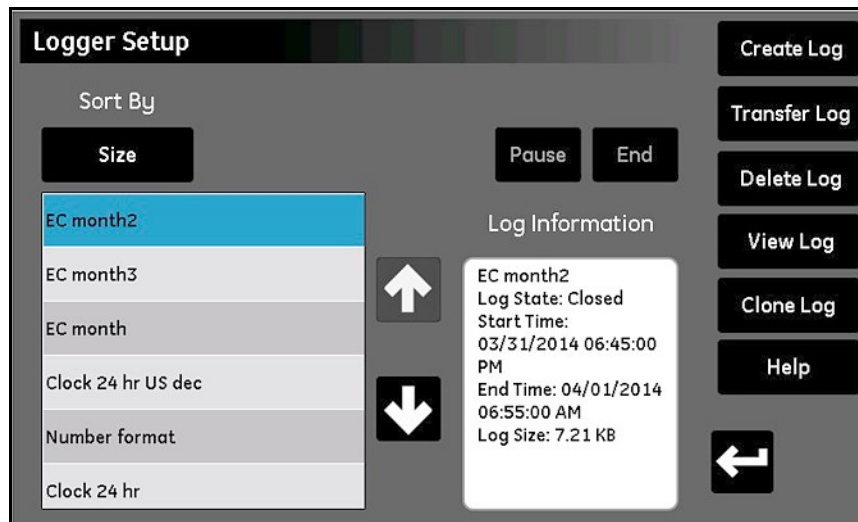

Figura 49: Tela de configuração de erro de faixas - resposta do alarme
1. Toque no **Canal (1-6)** e no **Alarme (A ou B)** a serem compensados e toque no botão **Erro de faixa** para abrir uma tela semelhante à *Figura 49* abaixo.